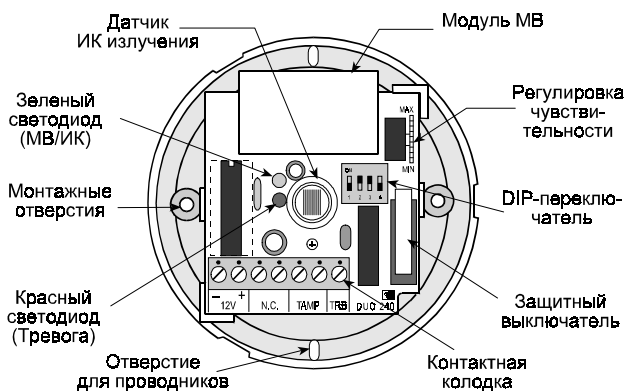

Рисунок 3. Расположение элементов
- Б.** Прижмите основание к выбранному на потолке месту. Через монтажные отверстия (см. Рисунок 3) наметьте две точки для сверления.
Два светодиода (см. Рис. 3), которые находятся позади линзы (при установленной крышке), видны во время свечения. Они используются для сигнализации о различных тревогах и неисправностях - обратитесь к приведенной Таблице 1.